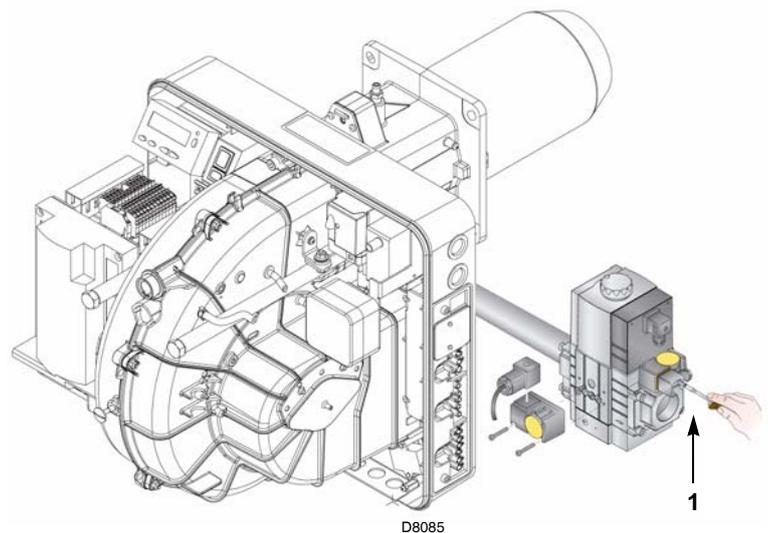

Fig. 26
- Contrôler la pression d'alimentation du gaz en raccordant un manomètre sur la prise de pression 1)(Fig. 26) du pressostat gaz minimum: elle doit être inférieure à la pression maximale admise pour la rampe gaz qui est indiquée sur la plaque des caractéristiques.
- Purger les tubes de la rampe gaz de l'air, en raccordant un tube en plastique sur la prise de pression 1)(Fig. 26) du pressostat gaz minimum. Porter le tube de purge à l'extérieur de l'édifice jusqu'à sentir l'odeur du gaz.